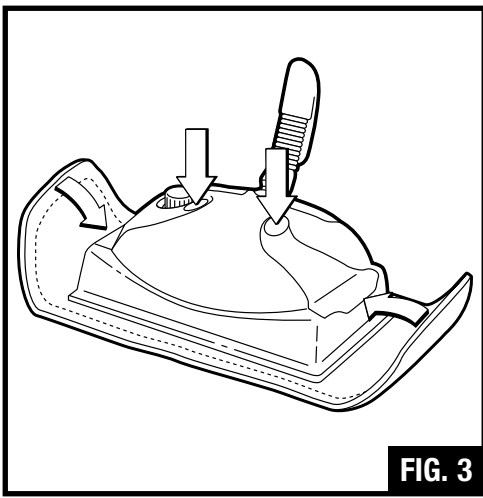
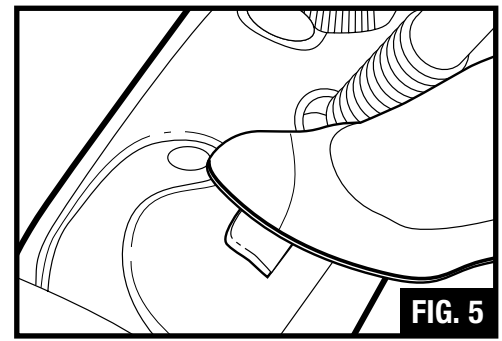

FIG. 3
FIG. 5
3. Rest the base of the floor steamer on its floorcloth as supplied, making sure that the edges are secured over the base (Fig. 3). Then tuck both ends of the floor cloth under the cloth clips. Do not use without a floorcloth in place.
4. Unscrew the safety cap (D), insert funnel (J) and pour 2 measures of water using the measuring cup (I) (total 12 oz.) into the tank, then screw the safety cap back on.
6. Place the floor steamer on its preheating/cool down tray then press on/off switch and wait for about 3-4 minutes (Fig. 5). The green light comes on when the on/off switch is activated. Do not leave the device unattended during the waiting period.
3. Laisser reposer la base du nettoyeur à vapeur pour sols sur le chiffon fourni en s'assurant que les bords sont assujettis sur la base (Fig 3). Puis coincer les deux bouts du chiffon sous les pinces. Ne pas utiliser sans chiffon en place.
4. Dévisser le bouchon de sécurité (D), introduire l'entonnoir (J) et verser 2 mesures d'eau à l'aide du doseur (I) (total 355 cl, ou 12 oz) dans le réservoir et revisser le bouchon de sécurité.
6. Placer le nettoyeur à vapeur sur son plateau de préchauffage/refroidissement, appuyer sur le bouton de mise en marche et attendre 3 à 4 minutes (Fig. 5). Le voyant vert s'allume quand le bouton de marche-arrêt est actionné. Ne pas laisser le dispositif sans surveillance pendant la période d'attente.
8. When the floor steamer no longer emits steam the amber water refill light (F) will come on. This means that there is no more water (this will happen after approximately 15 minutes of use). Place appliance on preheating/cool down tray, turn off (Fig. 5) and unplug from the electrical outlet. Take off the safety cap, and refill. During refilling, be careful not to touch the hot parts of the device.
⚠ CAUTION: Whenever changing the floorcloth, turn off the appliance (Fig. 5) and unplug. Be careful not to touch the hot parts of the device.
8. Quand le nettoyeur cesse d'émettre de la vapeur la témoin orange de remplissage (F) s'allume (cela se produit au bout de 15 minutes d'utilisation environ). Placer l'appareil sur le plateau de préchauffage/refroidissement, l'arrêter (Fig. 5) et débrancher. Retirer le bouchon de sécurité et remplir. Pendant le remplissage, veiller à ne pas toucher aux parties chaudes du dispositif.
⚠ ATTENTION : Quand vous changer le chiffon, arrêter l'appareil (Fig. 5) et débrancher. Veiller à ne pas toucher les parties chaudes du dispositif.